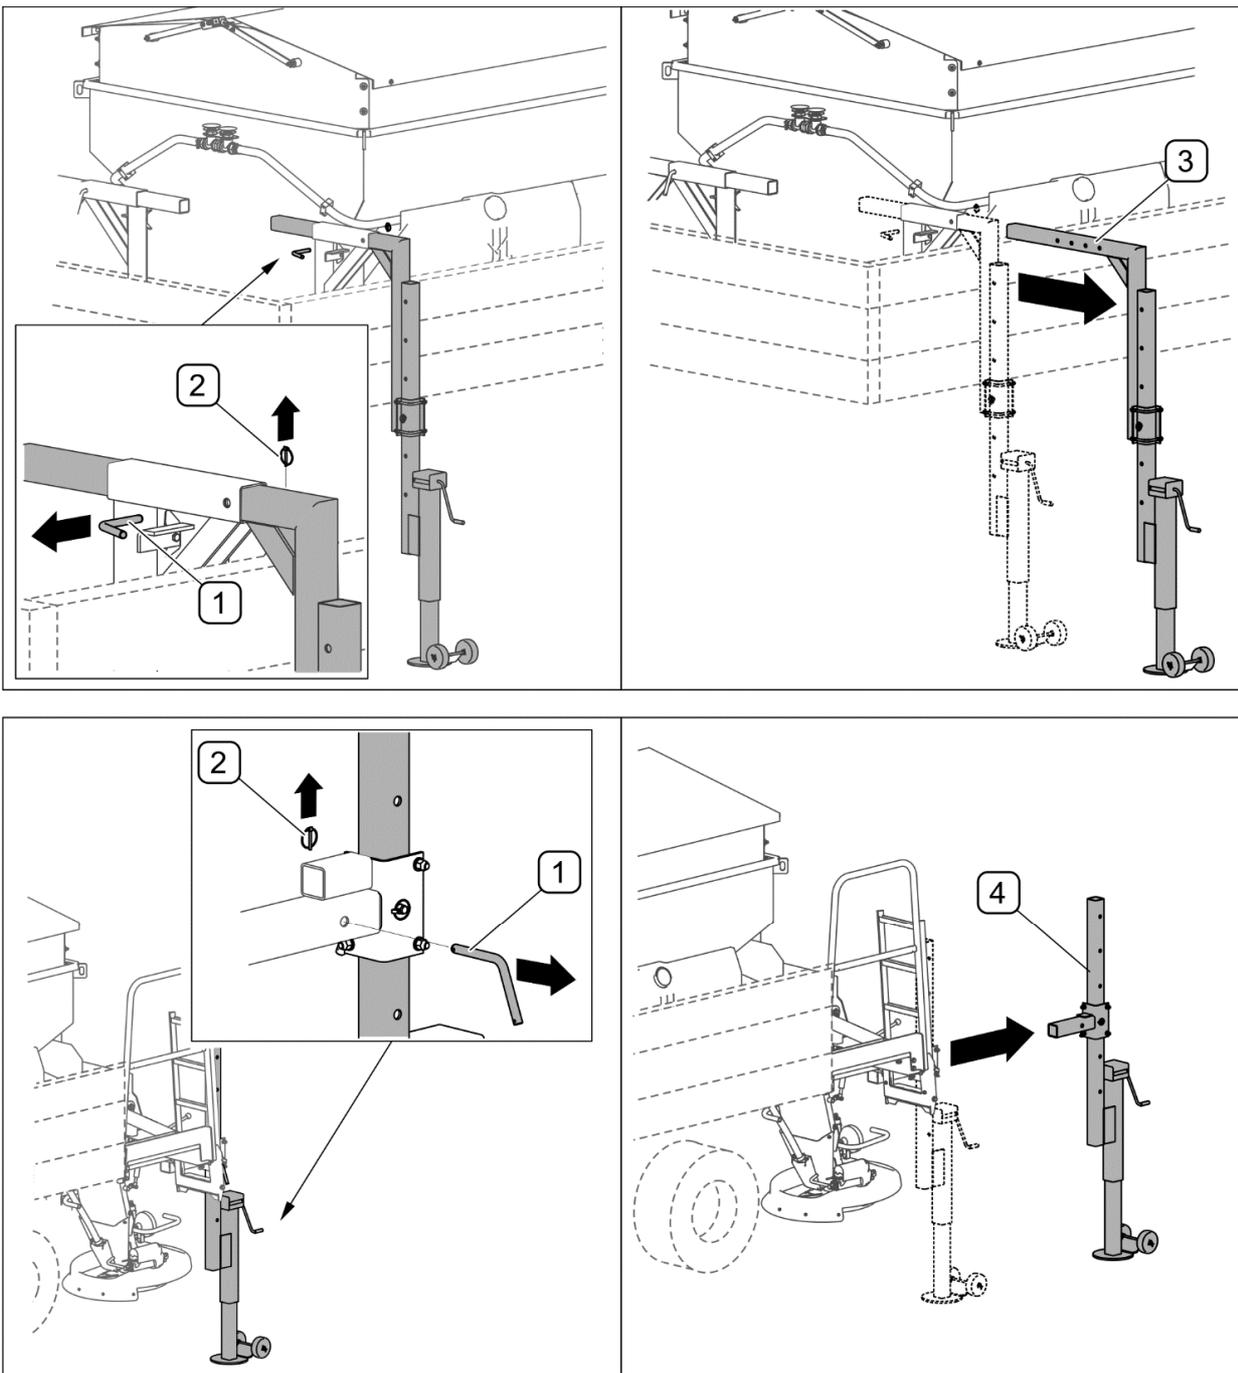

ABBILDUNG 4.2 Demontage der Stützfüße
- Wenn die Maschine vollständig auf der Ladeplattform aufliegt, müssen die Splinte (2) und die Stifte herausgezogen werden, mit denen die Stützen in den Führungen gesichert werden (ABBILDUNG 4.2).
- Die vorderen (3) und hinteren (4) Stützfüße müssen für die spätere Verwendung aufbewahrt werden.